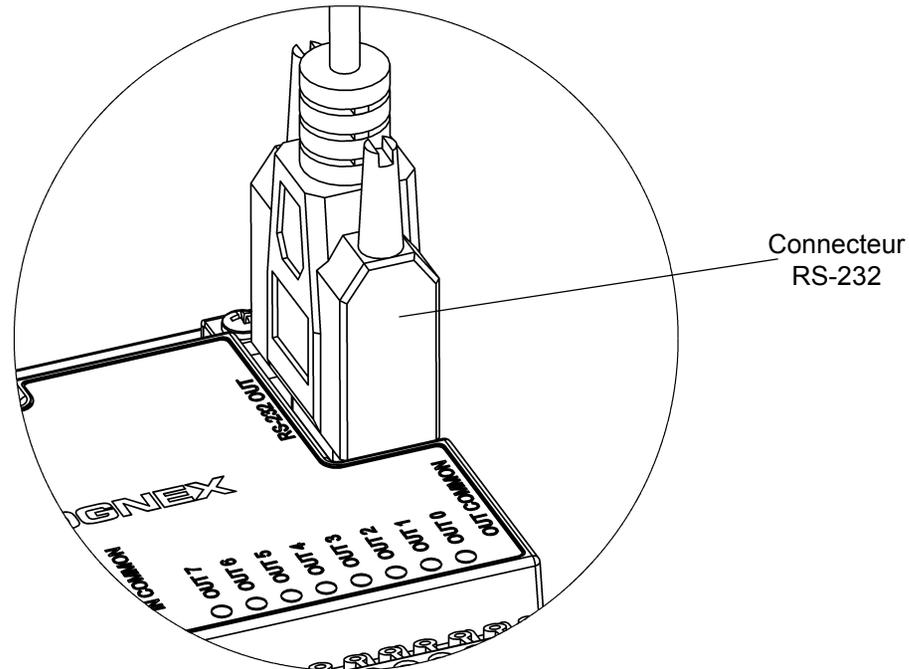

Figure 2-8 : Raccordement du câble RS-232
8. Pour raccorder le système de vision In-Sight à un périphérique série, insérez le câble série RS-232 (connecteur DB9) dans le port RS-232 du module d'E/S, comme indiqué sur la Figure 2-8, et branchez l'autre fiche du câble au périphérique série. Serrez les vis du connecteur pour le fixer au module d'E/S.